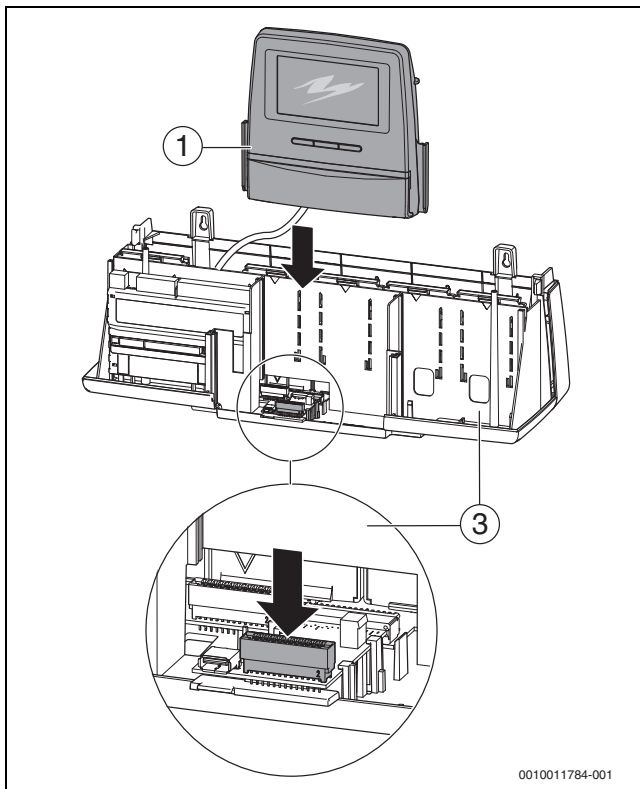

Рис. 35 Установка пульта управления на нижнюю часть корпуса
- ▶ Установите адрес системы управления (2, рис. 35)
- ▶ Закрепите крышку двумя винтами (→ рис. 35, стр. 33).